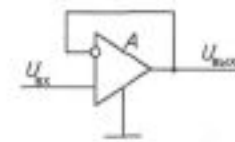

Рис. 4.47. Повторитель напряжения на ОУ
- Он представляет собой неинвертирующий усилитель со 100%-ной обратной связью (рис. 4.47)